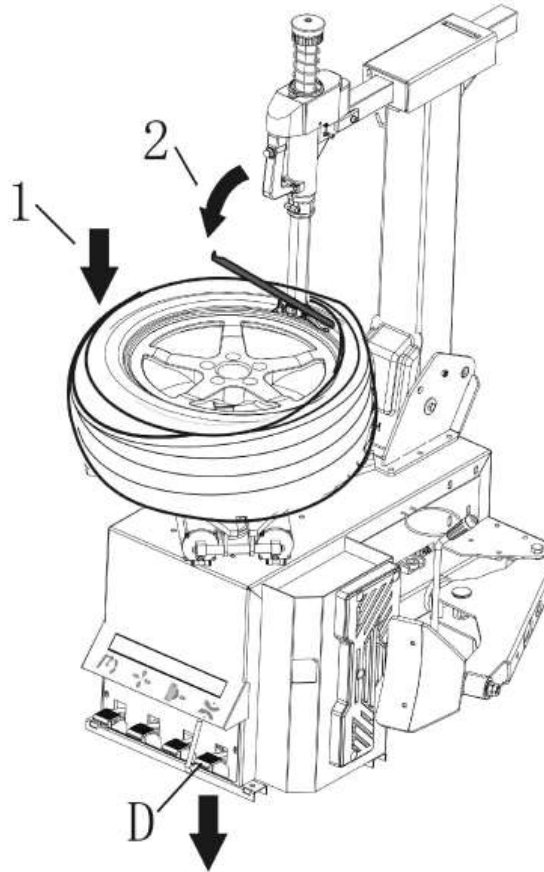
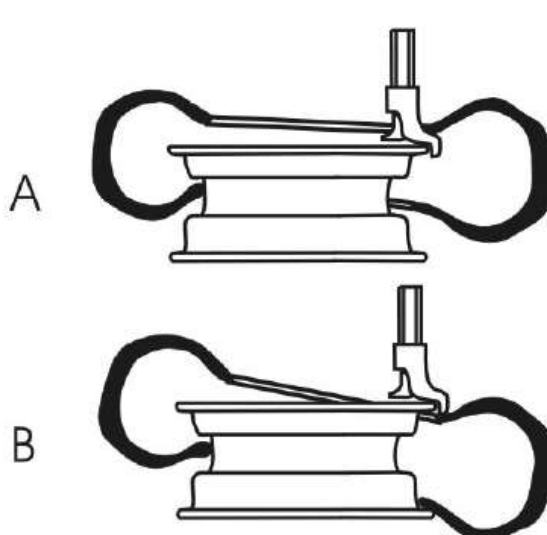
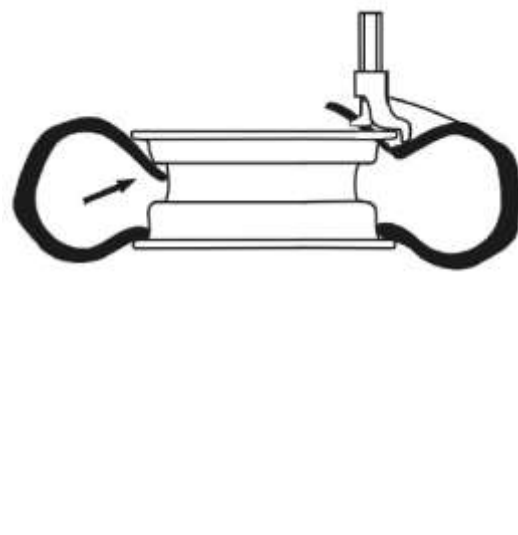

Abb. 33
Abb. 39
Abb. 40
- Heber ins Rad nahe am Montagekopf setzen (Abb. 33).
- Pedal D so drücken (Abb. 33), dass sich der Drehtisch im Uhrzeigersinn dreht, bis sich die Schlauchfelge überzieht.
HINWEIS: Bei sehr festen Reifen und Schmalprofil-Reifen ist das Überziehen der Felge recht einfach. Um das zu vermeiden, drehen Sie den Tisch zuerst leicht gegen den Uhrzeigersinn, sodass er 1-2 mm zurückfährt. Bricht die Demontage ab, arretieren Sie den Drehtisch, heben Sie das Pedal D (Abb. 33) und drehen Sie den Tisch gegen den Uhrzeigersinn.
- Mittleren Reifenteil anpressen. Pedal D (siehe Abb. 33) durchdrücken, sodass sich der Drehtisch im Uhrzeigersinn dreht, wodurch der untere Reifenwulst ganz in den Reifenschlitz einfährt (siehe Abb. 39-A).
- Um den oberen Reifenwulst zu installieren, positionieren Sie den Reifen korrekt und korrigieren Sie die Position des Reifenwulstes (analog zur Montage des unteren Reifenwulstes in Abb. 39-B). Reifen entgegen den Montage- / Demontage-Kopf, nach unten hin zum Felgenbett drücken (Abb. 40).
- Pedal D (Abb. 33) durchdrücken, damit sich der Drehtisch dreht, und gleichzeitig auf den Reifen Druck ausgeübt wird. Wenn nur noch 10~15 cm übrig bleiben, langsamer machen, so dass der Reifenwulst nicht beschädigt wird. Motor stoppen, falls sich eine Beschädigung andeutet. Pedal L heben, Drehtisch gegen den Uhrzeigersinn drehen. Tun Sie dasselbe, wenn der Reifen seine ursprüngliche Form wieder angenommen hat.